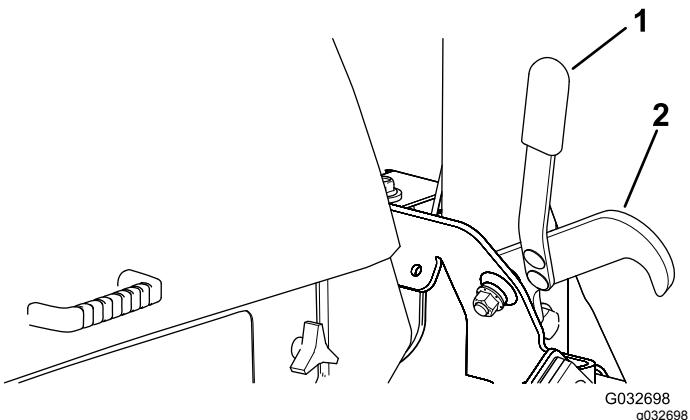

Рисунок 31
- Находясь на сиденье оператора, поверните ключ зажигания в положение RUN (РАБОТА) (Рисунок 31).